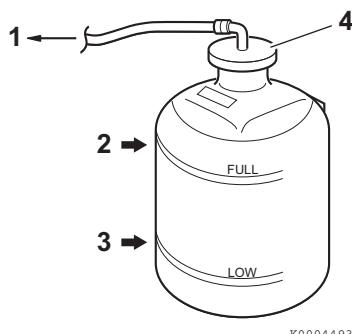

Figure 12
- Vérifiez le niveau du réfrigérant dans le réservoir. Le niveau doit être situé à la marque FULL (**Figure 12, (2)**). Ajoutez du liquide de refroidissement si besoin est.
- Enlevez le bouchon du réservoir (**Figure 12, (4)**) pour ajouter du réfrigérant si nécessaire. N'ajoutez pas d'eau.
- Vérifiez le tuyau en caoutchouc (**Figure 12, (1)**) qui relie le réservoir au réservoir du liquide de refroidissement / échangeur thermique. Remplacez-le s'il est endommagé.